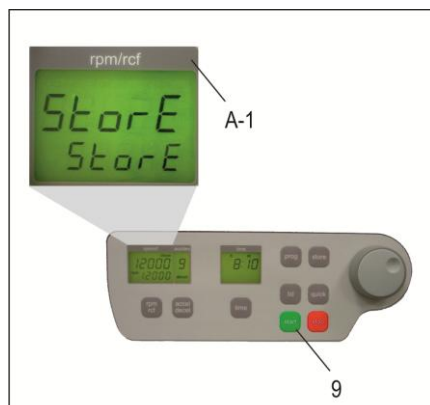

Abbildung 4
- Alle veränderten Einstellungen müssen durch betätigen der Taste „start“ (9) abgespeichert werden. Zur optischen Bestätigung erscheint im Anzeigenfeld „rpm/rcf“ (A-1) der Schriftzug „store“ – nur dann sind die Vorwahlen wirksam!! (siehe Abbildung 4)